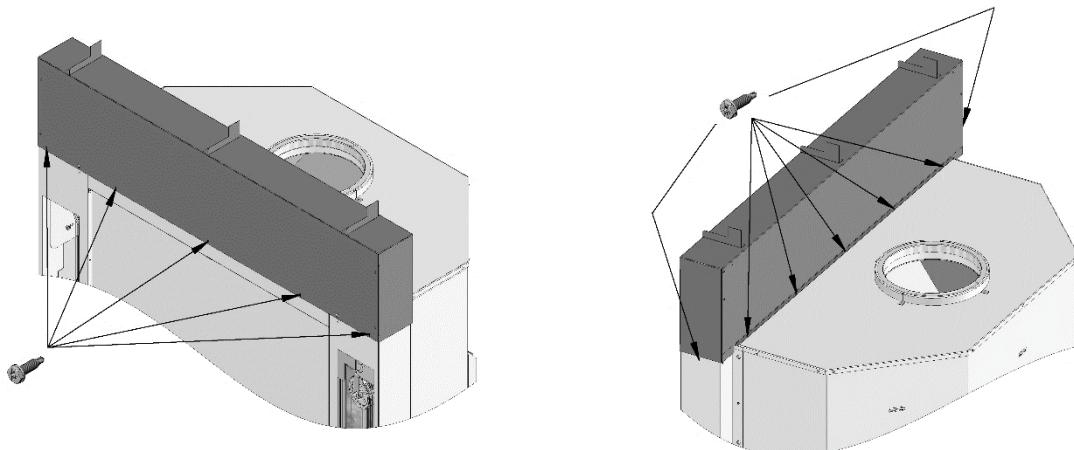

FIGURE 6 INSTALLATION DU REVÊTEMENT SUPÉRIEUR
2. Installez le revêtement de finition supérieur tel que montré à la Figure 6. Placez-le sur le dessus du foyer. Il devrait s'appuyer sur les deux revêtements de finition de côté et
être en ligne avec le devant du foyer. Le rebord arrière devrait être sur le dessus du caisson du foyer, comme illustré à la Figure 6. En utilisant deux petites vis autoraraudeuses fournies, vissez les deux côtés du revêtement de finition supérieur aux côtés. En utilisant cinq des petites vis autotaraudeuses fournies, fixez le rebord arrière du revêtement de finition supérieur au dessus du caisson de foyer.